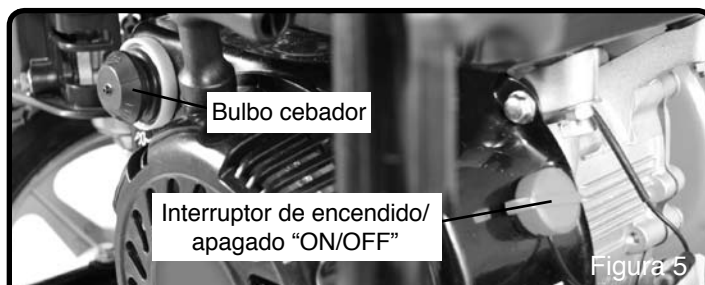

Figura 5
3. Oprimir el bulbo del cebador 3 veces; esperar 2 segundos entre cada opresión. (Véase la Figura 5)